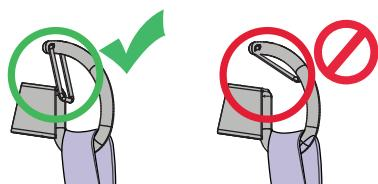

Fig.4
- At låsehakene er riktig lukket (se Fig.4).